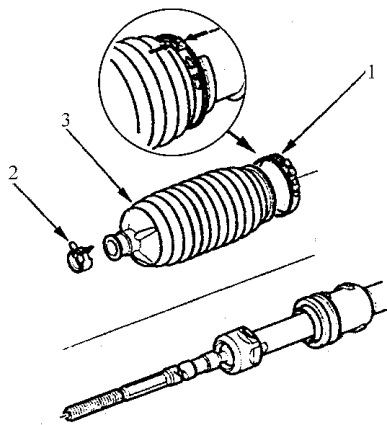

图 7-32 拆卸护罩
- ① 不要让灰尘、脏物或其他异物进入齿轮箱。
- ② 不得尝试分解扭矩传感器。如果力矩传感器出现故障，把转向机整套更换。
- 2) 如图 7-32 所示拆卸护罩卡环，并将其废弃。